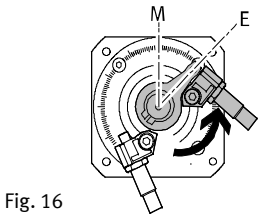

Fig. 16
6. Skjut fram dämparfästet och dämparen (elastomerdämpare eller stötdämpare) mot anslagsarmen. Dämpningsslaget måste tryckas igenom tills hylsan för respektive dämpare ligger an mot anslagsarmen (Fig. 16).